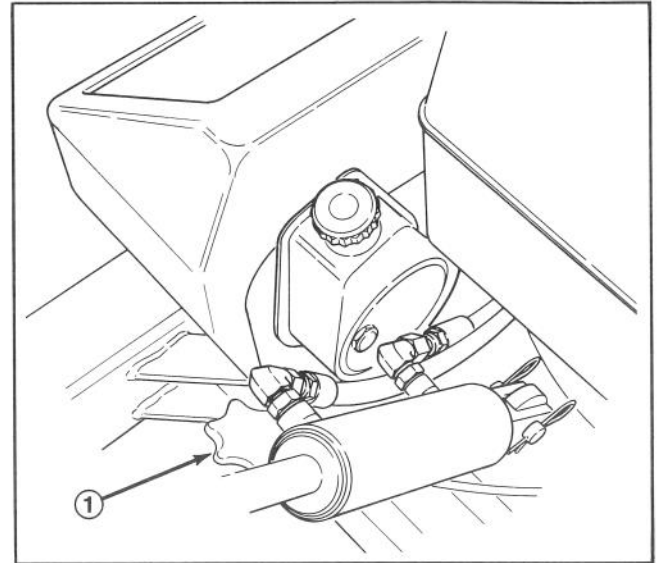

Figure 48
9. Loosen (2) coring head pivot module knobs (Fig. 48).